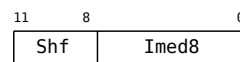

Figura 3.5: Codificação do campo Operando2 quando o operando é um valor imediato.
Se o bit *I* é igual a 1, Operando2 é um valor imediato de oito bits, *Imed8*, que pode ainda ser deslocado ou rotacionado com a Unidade de Deslocamentos; nesse caso, o campo Operando2 é codificado como mostra a Figura 3.5.
- um valor imediato; nesse caso a sintaxe em linguagem de montagem para *Operando2* é *#expr32*. O montador procura encontrar um valor de oito bits e uma operação de deslocamento para montar respectivamente nos campos *lmed8* e *Shf* da Figura 3.5 que produzam o valor *expr32*. Se não encontra, um erro é gerado (o valor *expr32* não pode ser carregado de forma imediata em um registrador).